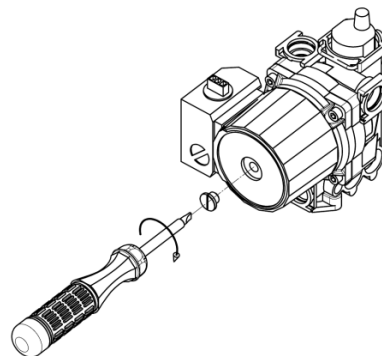

Рис. 6 Проверка циркуляционного насоса
- При давлении свыше 2 бар открыть клапан дренажный (21), см. п. 13.1 на стр. 18, понизив давление до 1,5 бар. При давлении ниже 1 бар – открыть кран подпитки контура отопления (16) и закрыть кран при достижении
- не заблокирован ли насос. Для этого при помощи отвёртки открутите заглушку насоса и поворачивайте его вал несколько раз в разные стороны (см. рисунок 6). Затем плотно закрутите заглушку. При выполнении данной операции возможны протечки теплоносителя из насоса, после установки заглушки необходимо удалить остатки теплоносителя с компонентов котла (протереть);